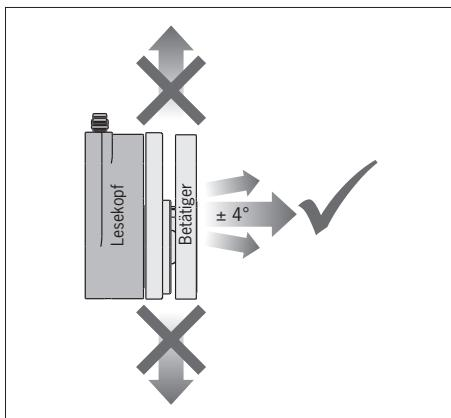

Bild 1: Anfahrrichtung
- Beim Öffnen der Schutztür muss der Betätigern frontal vom Lesekopf weggeführt werden (siehe Bild 1).